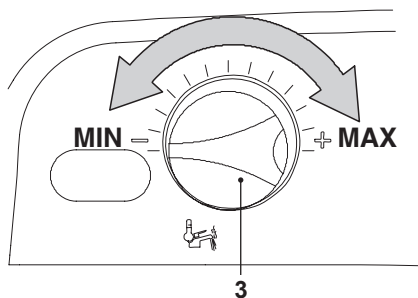

Fig. 9.14
- Ruotare la manopola regolazione temperatura sanitari 3 in Fig. 9.14 al minimo, sul display LCD compare la seguente visualizzazione (la sequenza **P09** si alterna a **01**).